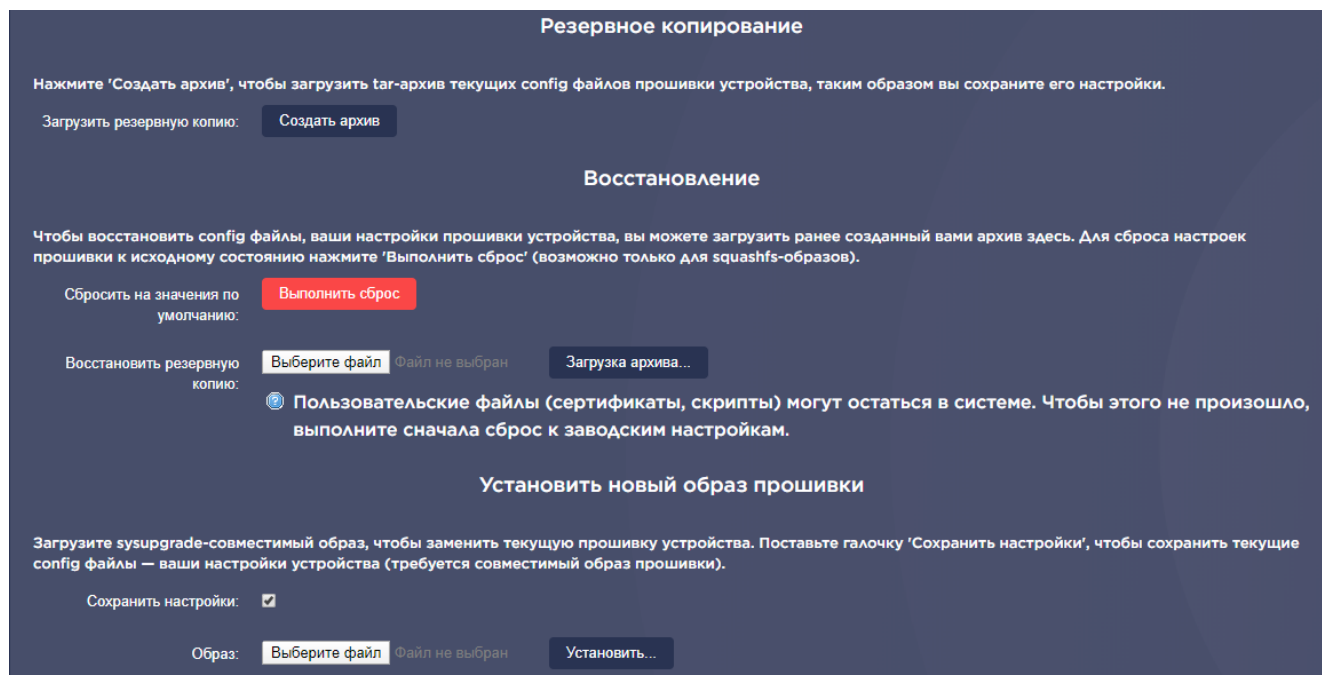

Рисунок 29 – Вид «Система» - «Резервное копирование/перепрошивка»
2. Во вкладке «Система» - «Резервное копирование/перепрошивка» загрузить распакованный файл прошивки, нажав на кнопку «Выбрать файл» внизу экрана (см. рисунок 29 выше).